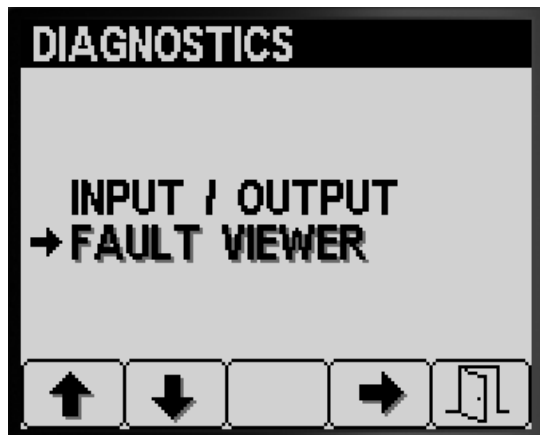

Figura 86
1. Premete il pulsante 1 o 2 sulla schermata Diagnostica fino a raggiungere l'opzione FAULT VIEWER (Figura 86).
2. Premete il pulsante 3 per selezionare la voce FAULT VIEWER (Figura 86).